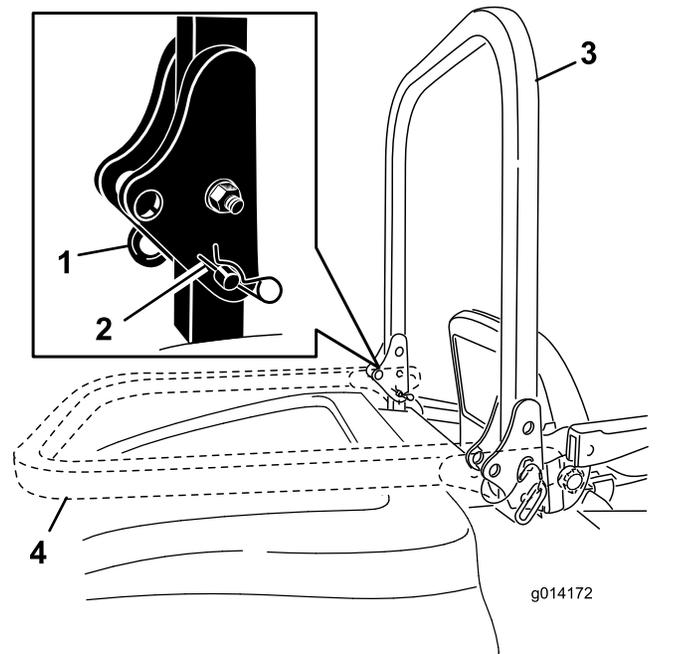

Figure 19
2. Retirez les 2 goupilles fendues puis les 2 axes (Figure 19).
3. Relevez l'arceau de sécurité à la verticale (Figure 19).
4. Fixez l'arceau de sécurité en position avec les 2 axes et les 2 goupilles fendues (Figure 19).
1. Retirez les goupilles fendues, poussez l'arceau de sécurité en avant contre les ressorts et retirez les 2 axes (Figure 19).
2. Faites pivoter l'arceau de sécurité à la position abaissée (Figure 19).
3. Insérez les 2 axes dans les plaques de pivot et fixez-les avec les 2 goupilles fendues (Figure 19).